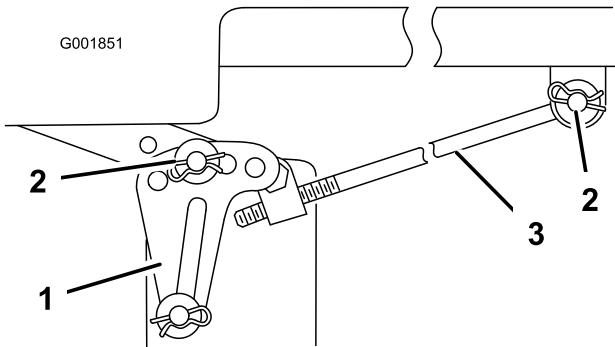

Figura 58
Nota: Prima di togliere il tosaerba prendete nota dei fori utilizzati nelle staffe di livellamento (Figura 58).
5. Togliete la coppiglia a forcina e la rondella dall'asta di regolazione (Figura 58) da ciascun lato del tosaerba.
6. Togliete la coppiglia a forcina e la rondella dalle staffe di livellamento del tosaerba (Figura 58) da ciascun lato del tosaerba. Prendete nota del foro in cui è montata la staffa di livellamento, per il futuro montaggio. Estraete le staffe dal perno di montaggio.
6. Attaccate l'asta di regolazione alla macchina, utilizzando la rondella e la coppiglia a forcina (Figura 58), su ciascun lato del tosaerba.
7. Fate scorrete le staffe di livellamento sui perni di montaggio, e fissatele con le rondelle e le coppiglie a forcina (Figura 58).